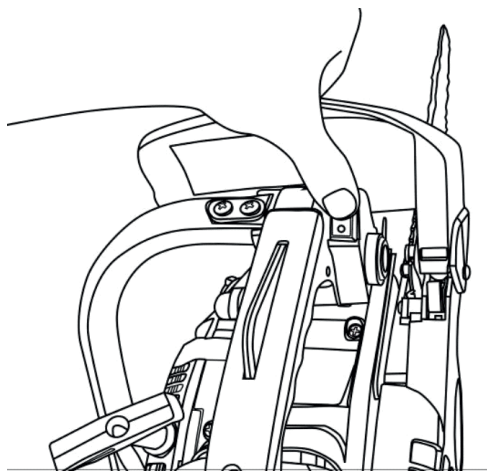

Рис.16. Включение зажигания
2. Установите зажигание в положение «Включено» (рис.16).